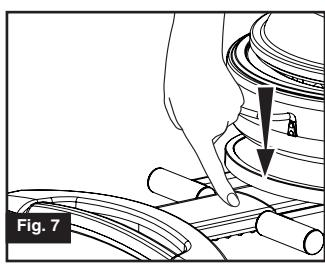

Fig. 7
- Appuyez sur le bouton de la poignée et poussez la poignée jusqu'à ce qu'elle se bloque dans le premier trou. (Fig. 7)